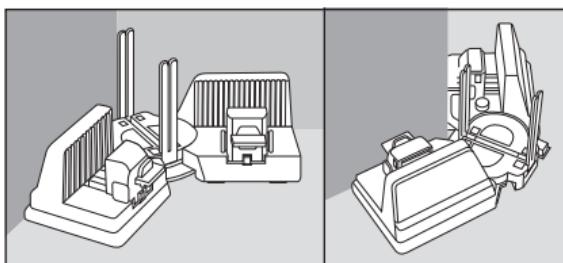

Abb. 4
- ◆ Lösen Sie die Feststellmutter ⑥ nur mit einer Umdrehung, damit die Schraube nicht herausfallen kann.
- ◆ Legen Sie das Produkt in oder um ein Ecke, um einen Innen- oder Außenwinkel zu messen. Die beweglichen Arme ① müssen plan zur Wand anliegen (siehe Abb. 4).